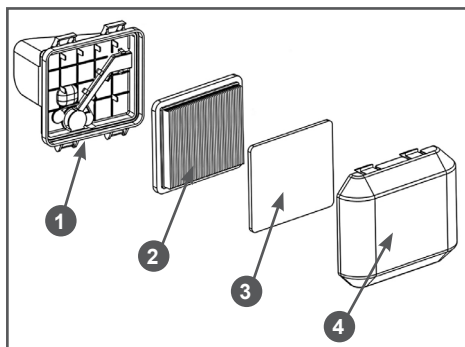

Рис. 22 Обслуживание воздушного фильтра
9. Установите крышку-щуп в отверстие маслосливной горловины, не закручивая ее. Аккуратно вытащите щуп и осмотрите его. Уровень масла должен соответствовать верхней отметке 2 на щупе (Рис. 22). При недостаточном уровне масла в картере необходимо долить масло до верхней отметки на щупе. Не допускайте перелива или превышения максимального уровня масла в картере двигателя.
1. Нажмите на фиксаторы и снимите крышку 4 воздушного фильтра (Рис. 22).
2. Извлеките из крышки воздушного фильтра предварительный фильтрующий элемент 3 (Рис. 22).
3. Извлеките основной фильтрующий элемент 2 (Рис. 22).